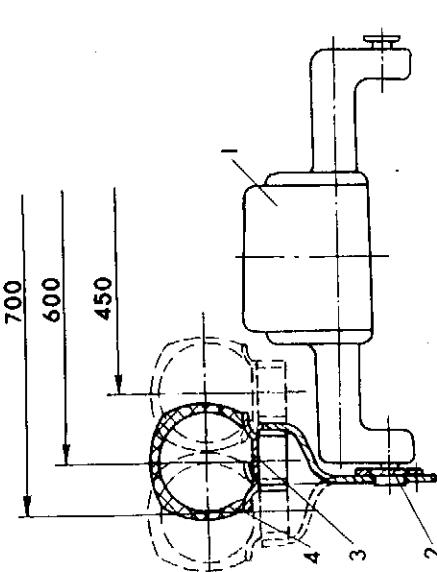

Рис. 29. Схема регулирования колеи мотоблока:
Колея мотоблока может изменяться в пределах 450, 600 и 700 мм. Схема регулировки приведена на рис. 29. Изменение колеи производится передноколесной колес и их дисков. Для изменения колеи с 600 мм на 450 необходимо выполнить следующее:
- 2) отверните гайки болтов 7 (рис. 12), вынуть болты, повернуть колесо 3 так, чтобы его можно было передвинуть в сторону корпуса трансмиссии и закрепить в положении, указанном на рис. 29. Перестановка второго колеса аналогична.
Из первоначального положения (колея 600 мм) можно получить колею 700 мм, перевернув колесо с диском на 180°. Для этого достаточно отвернуть четыре болта 10 (рис. 12), снять колесо 8, повернуть его на 180° и закрепить болтами правое колесо на место левого, а левое — на место правого (рис. 29).